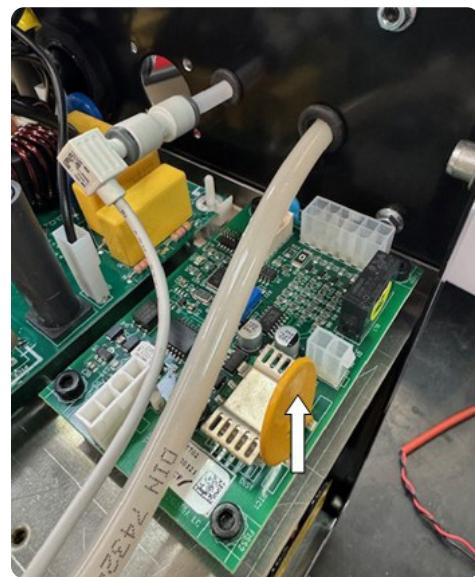

Fig. 2
- ◆ Fissare il circuito interfaccia CNC 5602702 (pos.1) ai quattro distanziali utilizzando le 4 viti M4 in dotazione come indicato in Fig.2